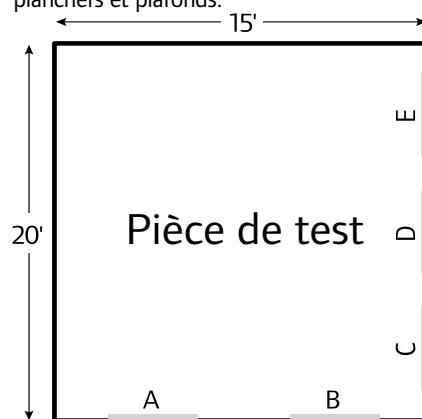

Figure 7-2 : Pièce de test
• **Zone de calcul :** Cette valeur représente la zone à analyser. Cet exemple utilisera la pièce à la **figure 7-2.**